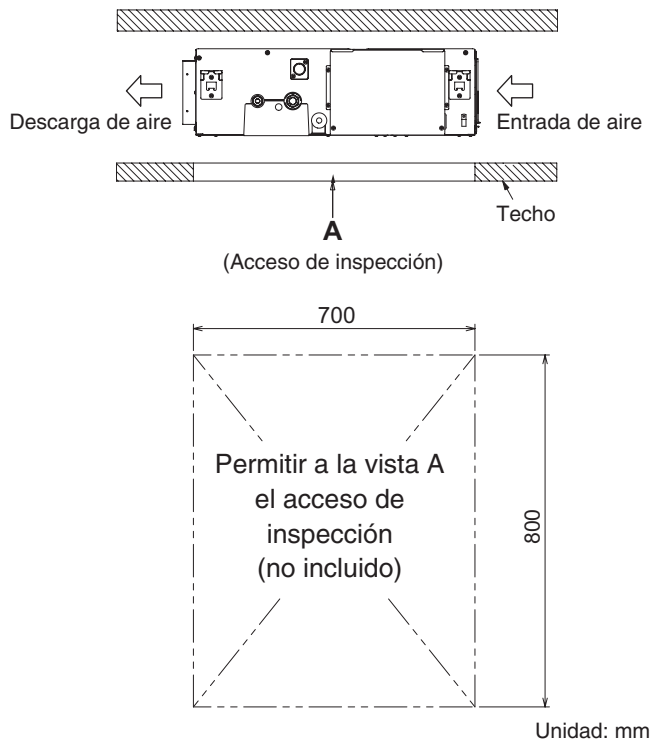

Fig. 3-3
- (1) Confirme la relación posicional entre la unidad y los pernos de suspensión. (Fig. 3-3)